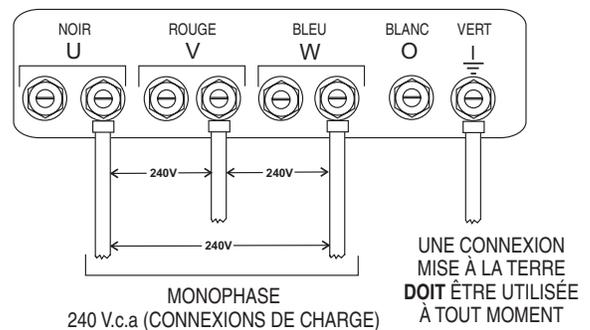

Figure 20. Cosses de sortie UVWO Connexions monophasées 240 volts
2. Connectez les fils de charge aux cosses UVWO comme indiqué dans Figure 20.